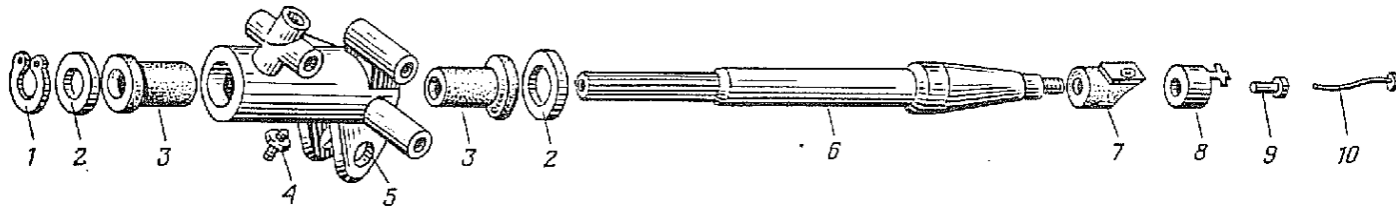

Рис. 196. Детали вала рулевого колеса с опорой в сборе:
1.1. Снять с вала 6 (рис. 196) рулевого колеса кольцо 1, упорное кольцо 2, опору 5 вала рулевого колеса, второе упорное кольцо 2 (щипцы для стопорных колец).
3.1. Установить вал 6 (рис. 196) рулевого колеса в тиски (тиски 1-150, накладки для губок тисков).